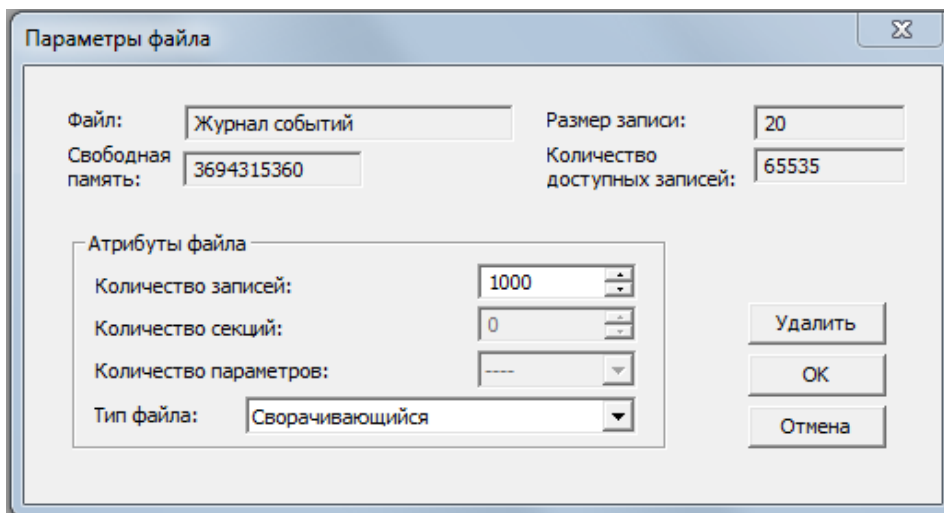

Рисунок 102 – Окно настроек «Параметры файла»
2. Дважды щелкните на позиции, которую Вы хотите изменить, или выделите соответствующую строку с настройками файла, и нажмите кнопку «Конфигурация файла». Дальнейшие настройки проводятся в открывшемся окне настроек «Параметры файла» (рисунок 102).